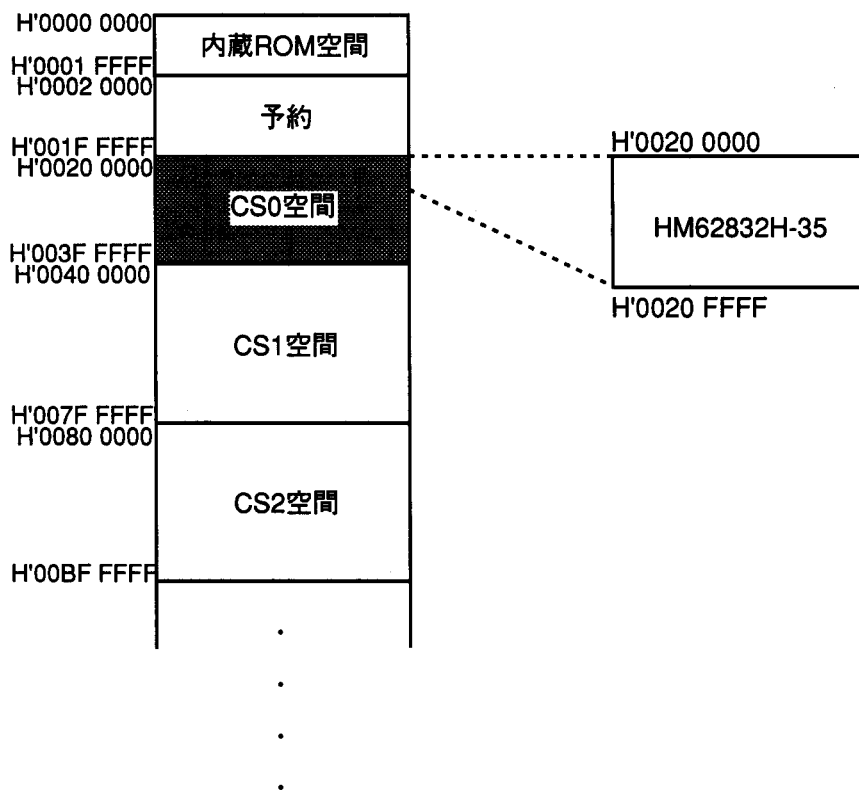

図2 メモリマップ
- (2) HM62832H-35は図2に示すように割り付けます。SH7050のバスステートコントローラを設定し、CS0空間を2ステート、ワードアクセス空間にします。